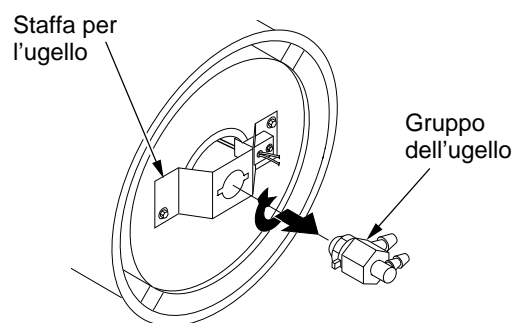

Figura 19. Rimozione del gruppo ugello-adattatore
4. Rimuovere l'ugello girandolo di un quarto di giro a sinistra e tirandolo verso il motore (vedere la Figura 19).